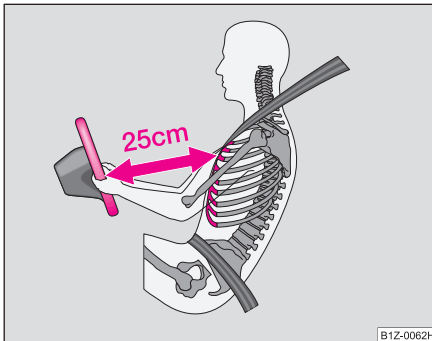

Abb. 89 Sicherer Abstand vom Lenkrad
- Der Fahrer muss einen Abstand zum Lenkrad von mindestens 25 cm einhalten ⇒ Abb. 89. Wenn Sie den Mindestabstand nicht einhalten, kann Sie das Airbag-System nicht schützen - Lebensgefahr!